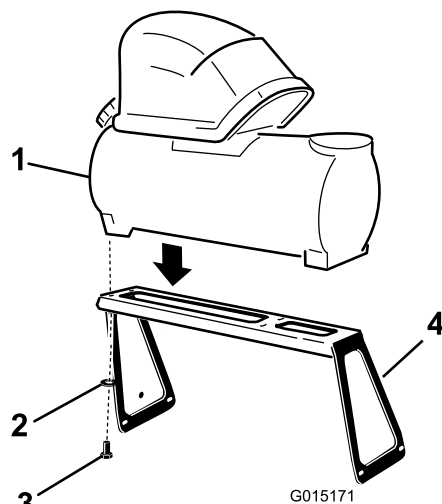

Рисунок 2
1. Установите бак пенного маркера в сборе на монтажный кронштейн, как показано на Рисунок 2.